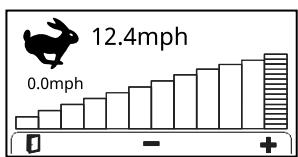

Figura 28
- Pantalla de ajuste de la velocidad de tracción (Figura 28):** Pulse el botón para acceder a esta pantalla y ajustar la velocidad máxima mientras la unidad de corte está en la posición de OPERACIÓN (indicado por el ícono) o mientras la unidad de corte está en la posición de TRANSPORTE (indicado por el ícono).